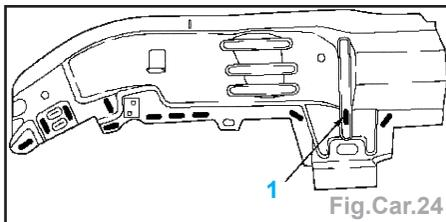

Fig.Car.24
- Préparer la plaque de serrure : trous oblongs de 8 x 24 mm + 1 à l'ARG (1) (Fig.Car.24).